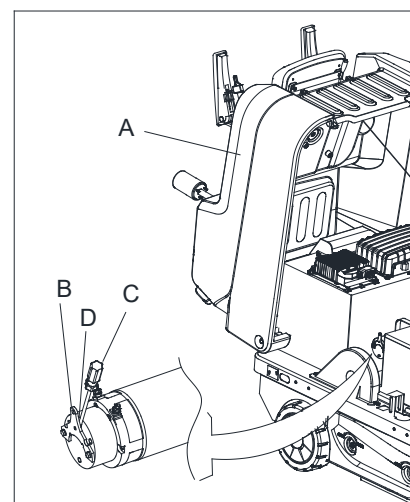

Figura 15
1. Abra la tapa (A, figura 15).
2. Tire del tirador (B, figura 15) del motor de accionamiento hacia fuera.
3. Introduzca un destornillador (C, figura 15) en la ranura (D, figura 15). Cierre la tapa, ahora puede empujar o remolcar la máquina.
4. Cuando la máquina llegue a su destino, retire el destornillador (C, figura 15) y la máquina podrá funcionar normalmente.